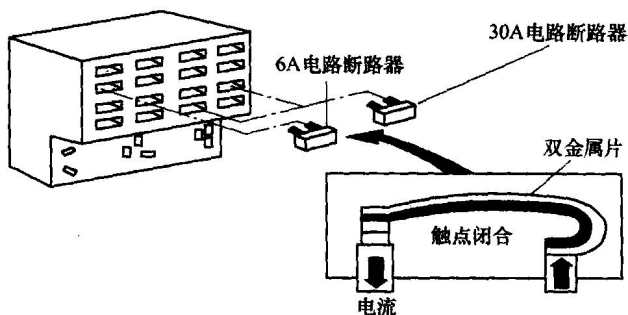

图 1-5 断路器示意图
(3) 断路器 电路断路器通过断开电路和截断电流以防止导线和电子元器件过热和可能因此造成的火灾, 在电路中用于防止有害的过载(额外的电流)。电路断路器利用两种不同金属(双金属)的热效应断开电路, 如图 1-5 所示。如果额外的电流经过双金属片, 双金属片弯曲, 触点开路, 阻止电流通过: 当电路断路器冷却时, 触点再次闭合, 电路导通; 当无电流时, 双金属片冷却而使电路重新闭合, 电路断路器复位。